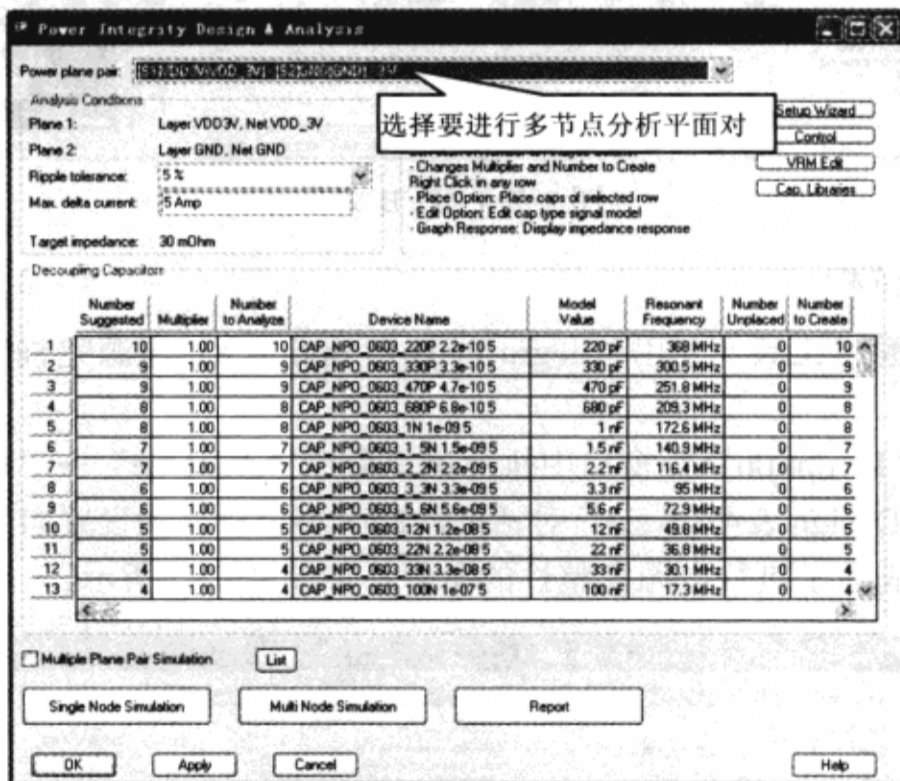

图9-7-6 选择平面对
(1) 在“Power Integrity Design & Analysis”对话框顶部的“Power plane pair”栏中选择“[S1]VDD3(VDD\_3) - [S2]GND(GND) - 3V”，如图9-7-6所示。在去耦电容列表框中会显示第8章中所选择的电容器。注意谐振频率那一栏，对话框中所显示的谐振频率要比第8章中的小得多，这是因为使用10nH的默认贴装电感值来计算谐振频率，使用电源完整性工具会马上计算出贴装电感值。